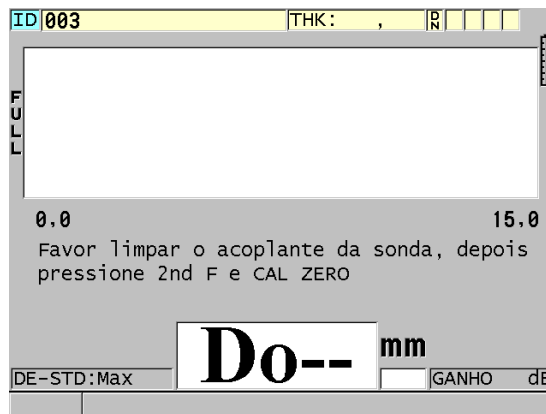

Figura 5-2 Tela inicial com um transdutor de elemento duplo padrão D79X
2. Pressione [ON/OFF] para ligar o aparelho. A tela de medição aparece. Com um transdutor de elemento duplo padrão D79X, a mensagem “Do--” aparece na tela de medição (ver Figura 5-2 na página 72).